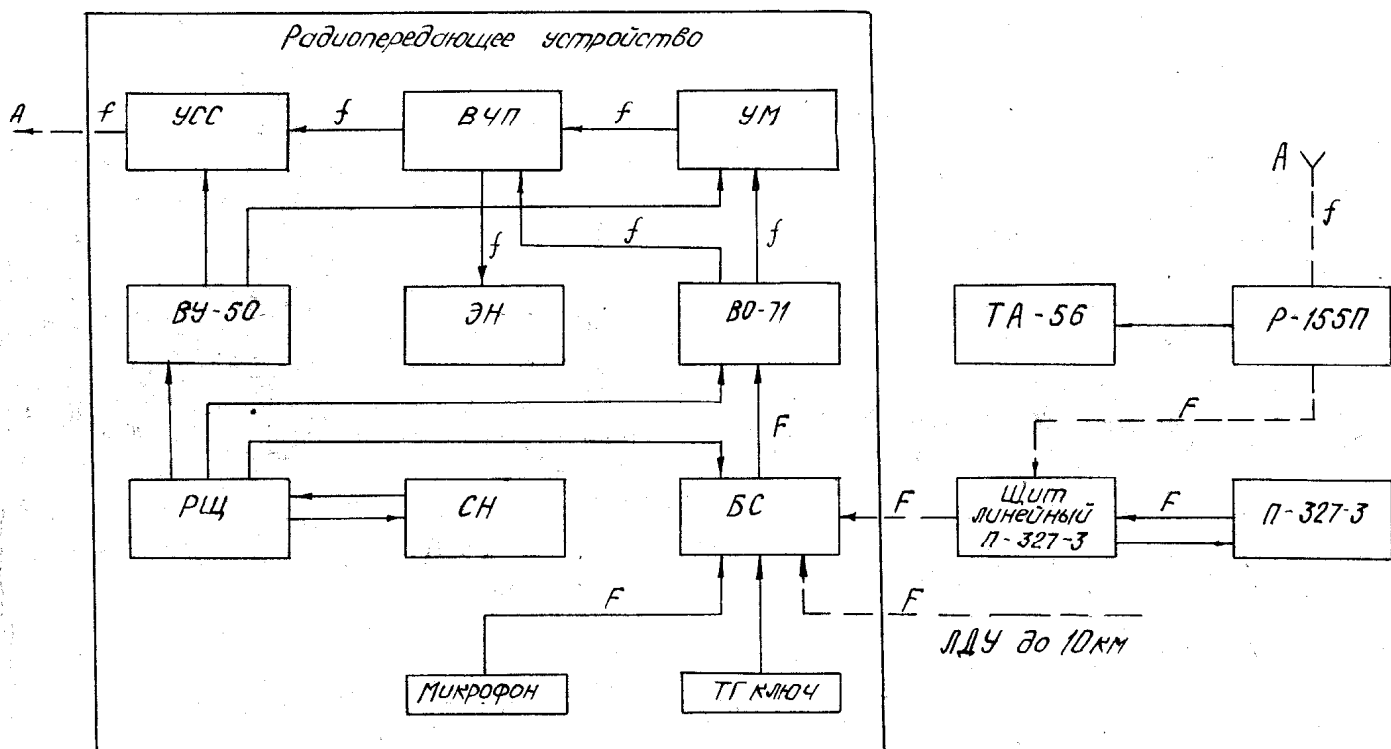

Рис. 1. Схема структурная
4.1.2. Взаимосвязь приборов радиостанции между собой показана на рис. 1.